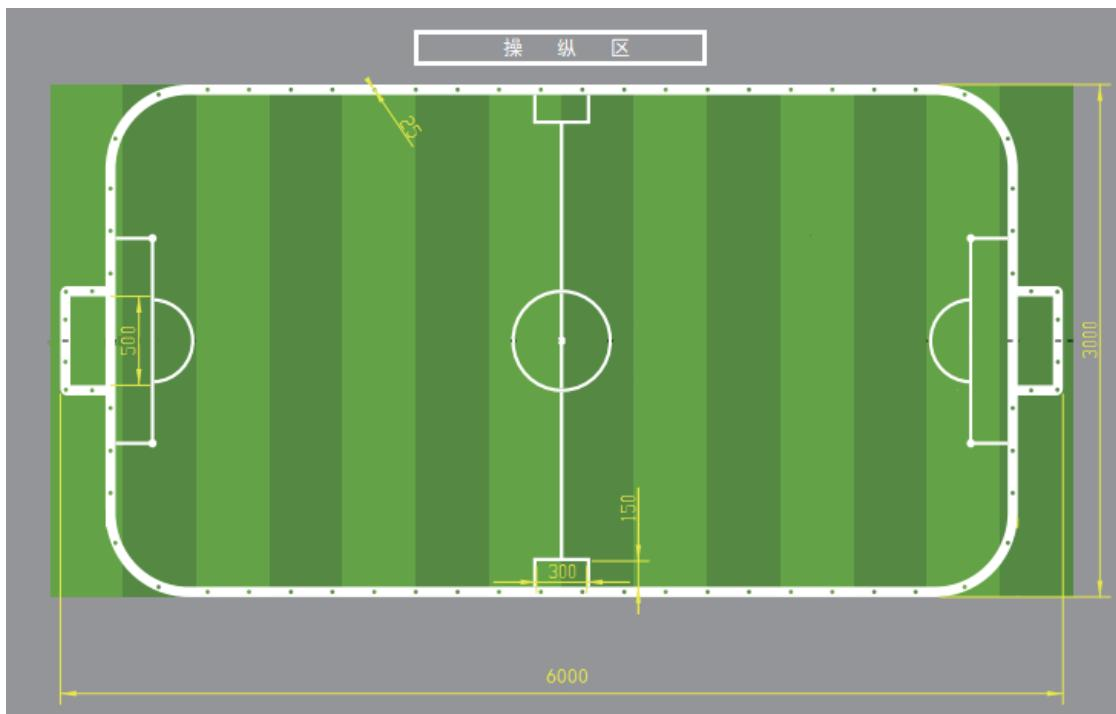

图14迷你足球赛场地示意图
3.4.2 竞赛场地（见图14）：平整地面上设置长 6000mm （含球门），宽 3000mm 的竞赛场地，操纵区 4200mm ，宽 500mm ；四周围挡不低于 40mm 。球门宽度 500mm ，高 300mm ，深 250mm ，罚停区长 300mm ，宽 150mm ，足球直径 60mm 。